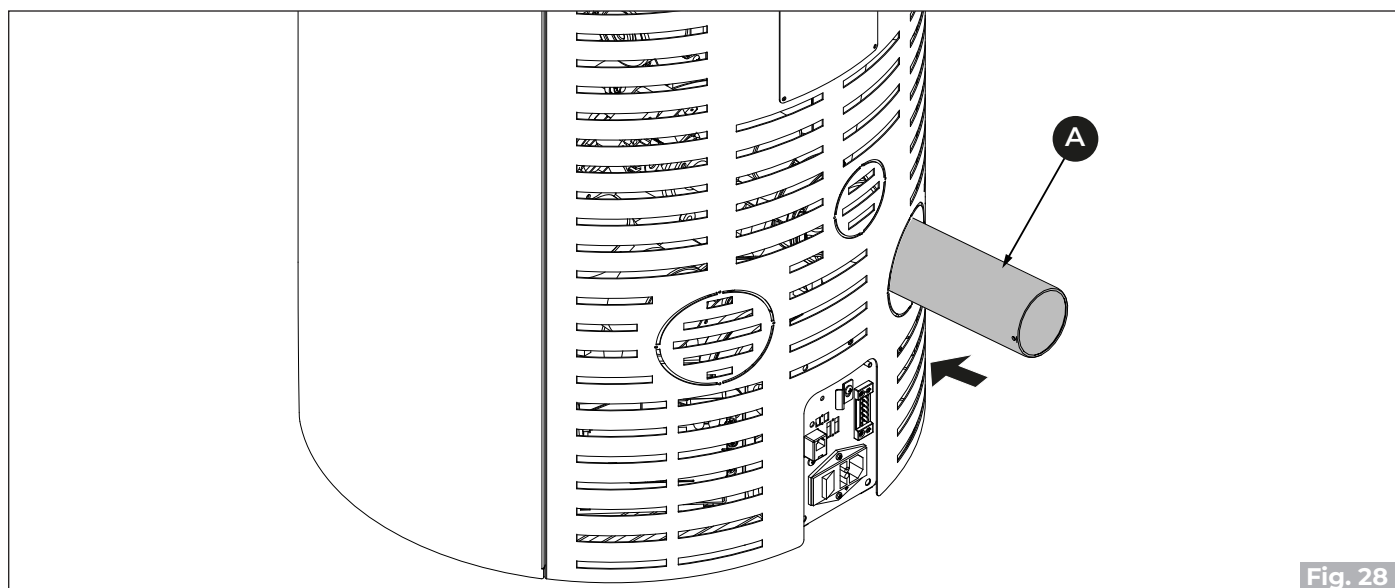

Fig. 28
- Raccorder le tube d'évacuation de la fumée **(A)** («Fig. 28»)